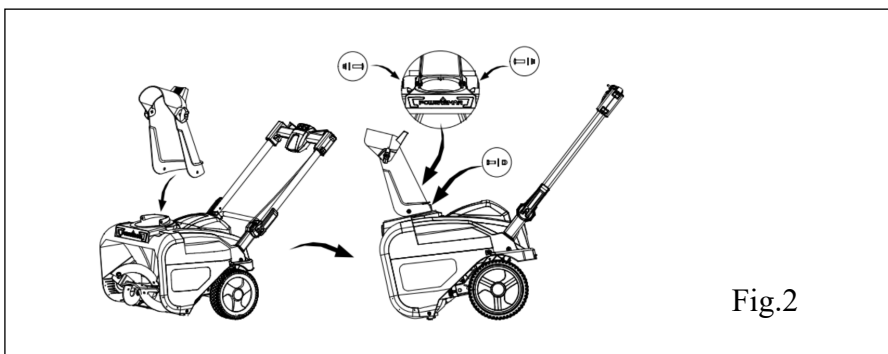

Fig.2
1. Inserte el conducto a la base. (Ver Fig. 2).
2. Con una llave de 13 mm, asegure el conducto a la base con los (3) tornillos, arandelas y tuercas provistas.